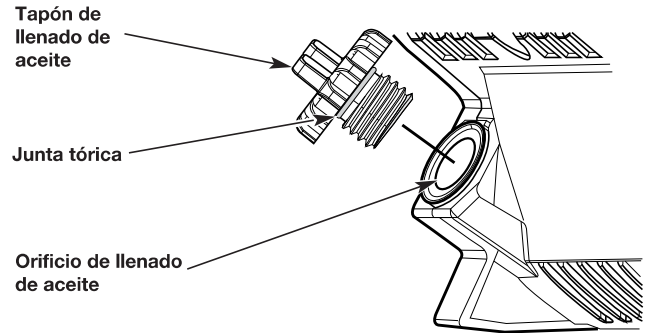

Fig. 7
2. Desenrosque el tapón para el llenado de aceite (Fig. 7).
5. Vuelva a colocar el tapón para el llenado de aceite. Compruebe que la junta tórica esté colocada en el tapón (Fig. 7).